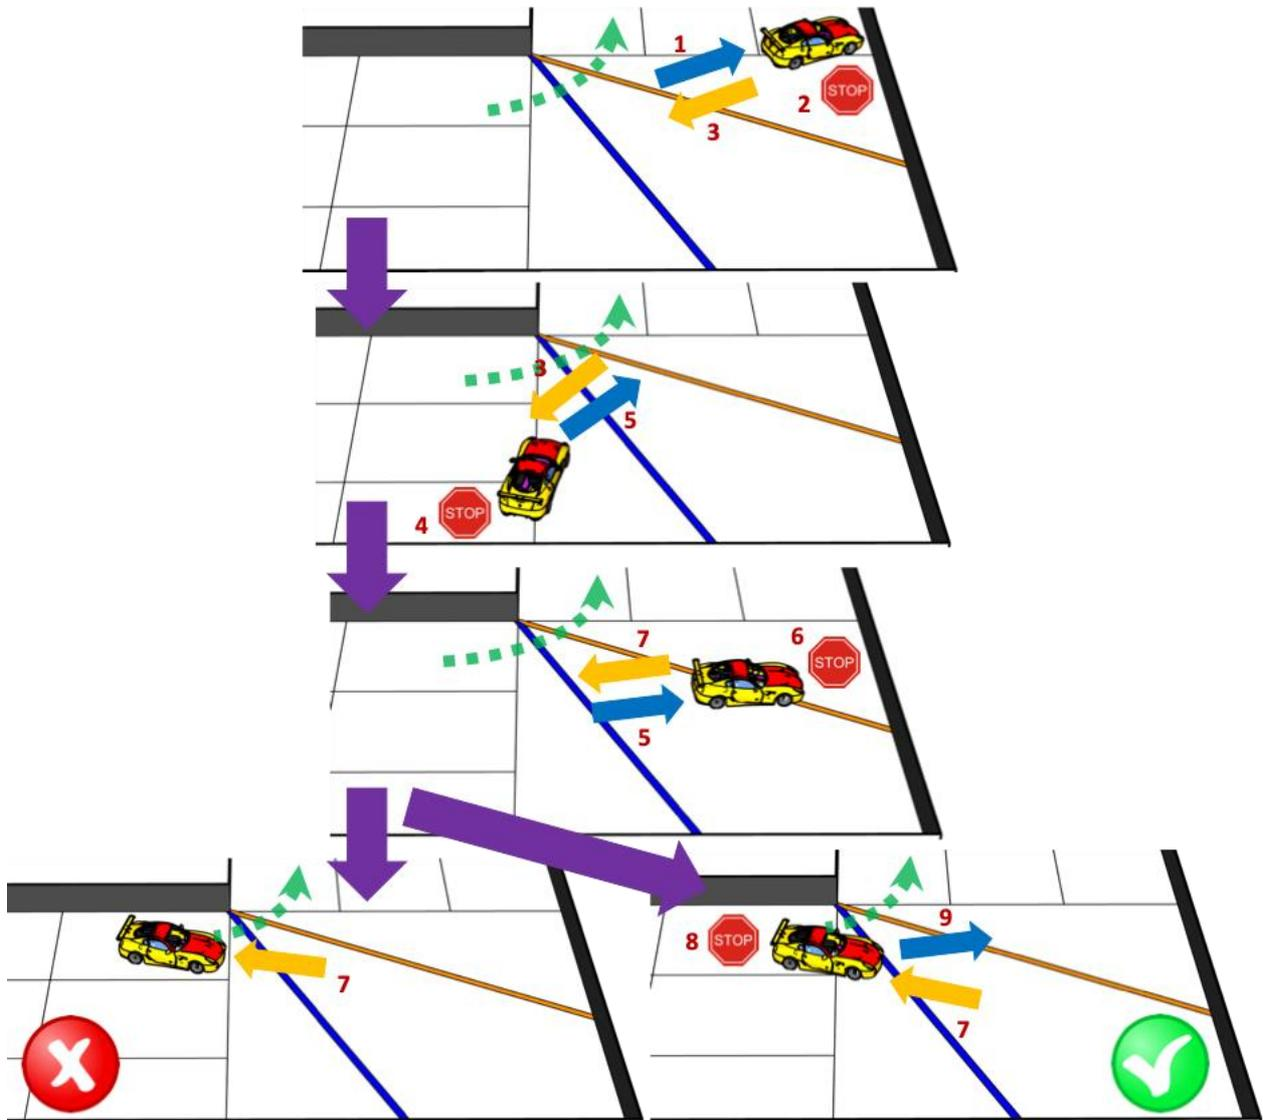

图 28. 允许根据最接近结束路段的部分多次改变方向
- 如图 28 下左图，车辆完全离开邻近区，则比赛将停止。（以第一次改变方向的位置判定车辆可朝反方向移动的最远距离）
- 如图 28 右下图，车辆仍有部分在邻近的区域内，符合规定，因此比赛将持续不会被停止。